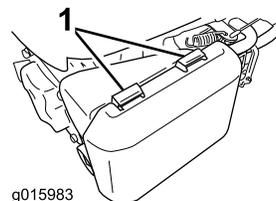

Figura 24
1. Pressione as patilhas do trinco na parte superior da cobertura do filtro de ar (Figura 24).